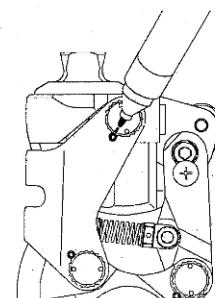

Fig. 3
- a) Pour prendre un repère quant au degré de serrage des boulons dentés, faire une marque sur le fond de filet du bouton A qui est en contact avec la vis de serrage (figure 3).